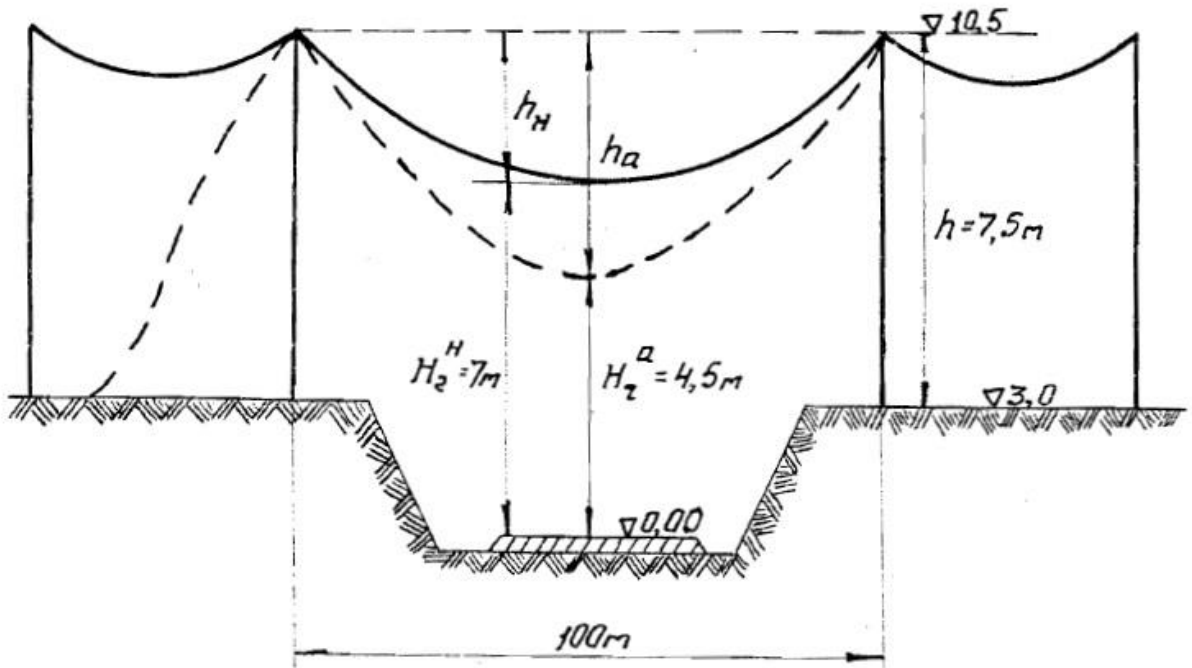

Рисунок 13 - Схема пересечения ВЛ и автодороги.
42. Шоссейная дорога II категории пересекается ВЛ 10 кВ рис.13. Переход выполнен на угловых промежуточных опорах. Нормируемый ПУЭ габарит пересечения в нормальном режиме работы ВЛ 7 м, в аварийном 4,5 м. Провод АС 50. Климатические условия: ветер 40 кг/м^2 , гололед 5 мм. Наивысшая температура $t = + 40^\circ \text{ С}$, среднеэксплуатационная температура $t_3 = 0^\circ \text{ С}$. Требуется проверить габарит пересечения в нормальном и в аварийном режиме работы ВЛ.